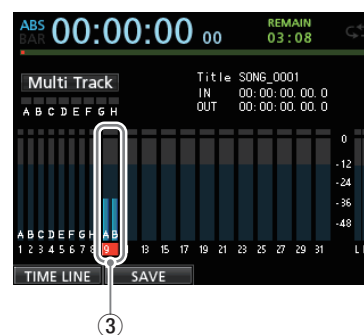

Fig 10
#### 3-4-1 Press the TRACK 9/10-REC buttons (Fig. 10-①) to enable recording mode.
At this time, confirm that the REC button (Fig. 10-①) is blinking.
- Confirm that the TRACK 9-10 (A-B) level meters (Fig. 10-③) on the HOME screen are moving.
- While gradually raising the TRACK 9/10 and STEREO FADERS (Fig. 10-②), confirm that sound is output from the speakers with built-in amplifiers that are connected to the STEREO OUT L/R jacks.
#### 3-4-1 [TRACK 9/10]-REC ボタン(Fig10-①) を押し、REC モードにする。
その際、REC ボタン(Fig10-①)の点滅を確認する。
- [HOME]画面で[TRACK 9-10 (A-B)](Fig10-③)のレベルメーターが振れていることを確認する。
- TRACK FADER [9/10]と STEREO FADER(Fig10-②)のレベルをゆっくりと上げながら、STEREO OUT L/R端子に接続したAMP内蔵スピーカーから音が出ていることを確認する。